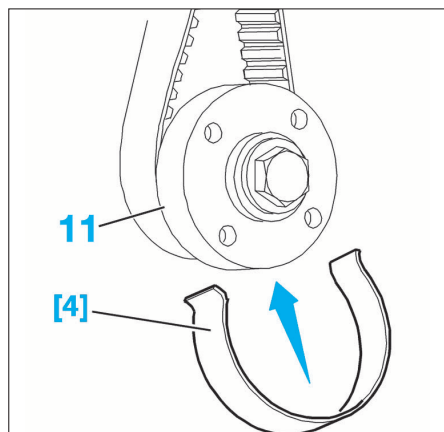

FIG. 28
- [4] Collier plastique de maintien de la courroie sur la roue dentée de vilebrequin (outil 4533-T.AD) (Fig.28).
- Mettre en place sur la roue dentée de vilebrequin (11), un collier de maintien [4] permettant de maintenir la courroie sur celle-ci (Fig.28).